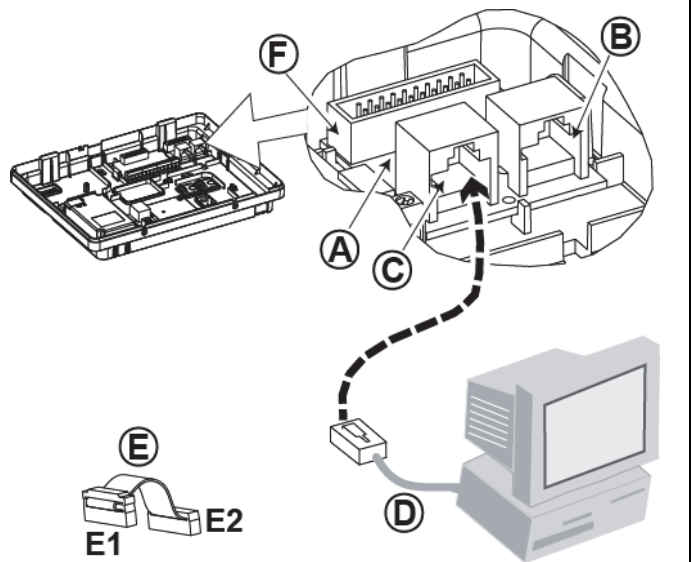

Figura 4.7 – Montaje de Módulo Dual RS-232
1. Para instalar el módulo DUAL RS-232 en el panel de control, presiónelo en la ubicación marcada (ver Figura 4.7) hasta escuchar un clic.
3. Conecte un PC local al conector de módulo DUAL RS-232 (B) o (C), como se muestra en la Figura 4.7.